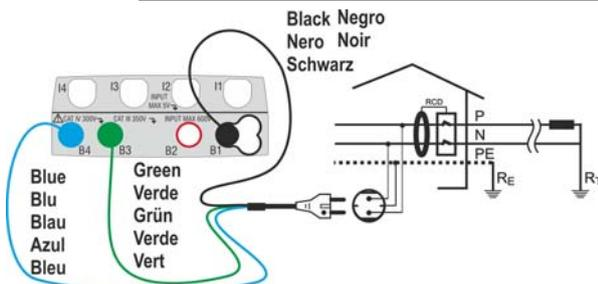
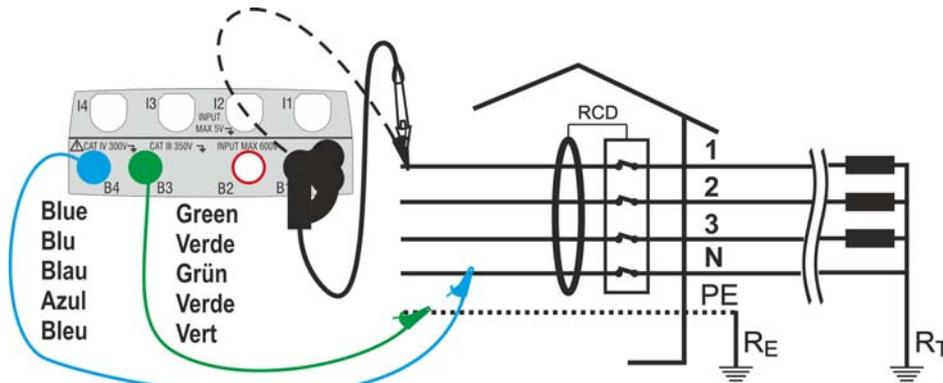
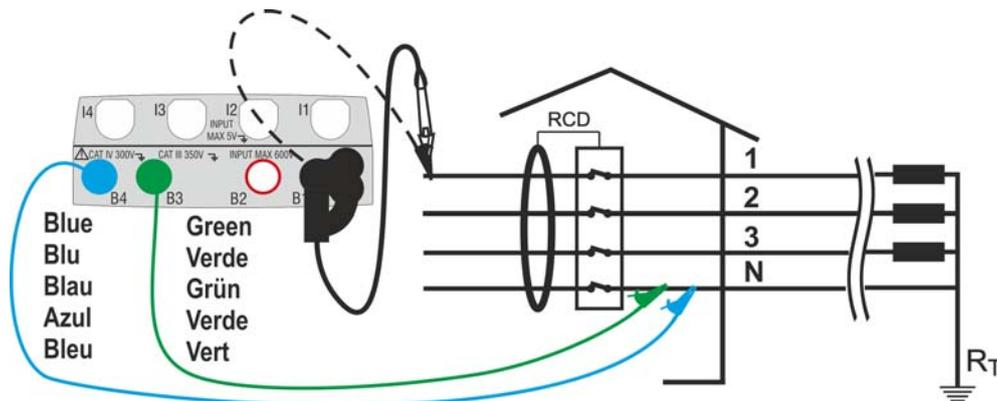
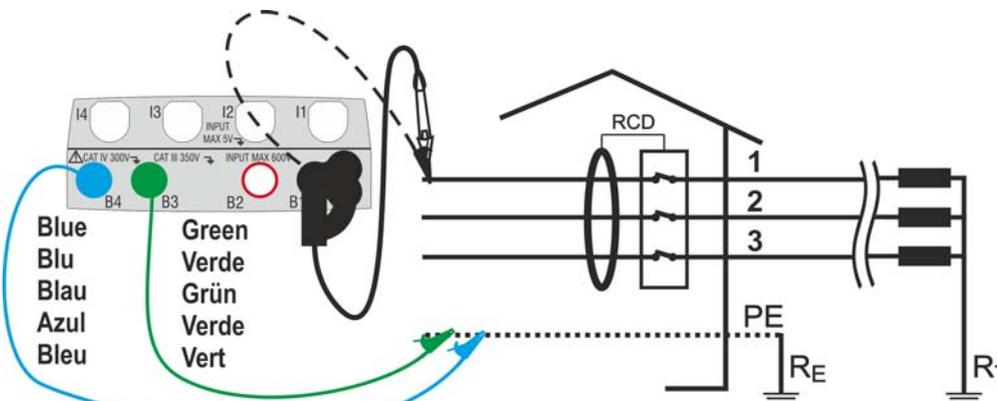

Fig. 10: Collegamento in sistema monofase 230V tramite spina shuko
Fig. 13: Collegamento in sistema trifase 400V + N + PE con cavi singoli e puntale remoto
Fig. 14: Collegamento 400V+ N (no PE) con cavi e puntale remoto (no RCD tipo B)
Fig. 15: Collegamento 400V+ PE (no N) con cavi e puntale remoto (no RCD tipo B)
8. Inserire i connettori verde, blu e nero del cavo shuko a tre terminali nei corrispondenti terminali di ingresso dello strumento B3, B4, B1. In alternativa utilizzare i cavi singoli ed inserire all'estremità dei cavi rimasta libera i corrispondenti coccodrilli. Eventualmente utilizzare il puntale remoto inserendone il connettore multipolare nel terminale di ingresso B1. Connettere la spina shuko, i coccodrilli od il puntale remoto alla rete elettrica in accordo alle Fig. 10, Fig. 12, Fig. 13, Fig. 14 e Fig. 15